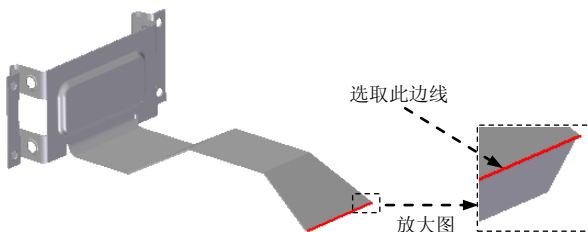

图 8.11.43 定义附着边
(1) 选择命令。单击“主页”功能选项卡“钣金”工具栏中的“弯边”按钮.
(2) 定义附着边。选取图 8.11.43 所示的模型边线为附着边。